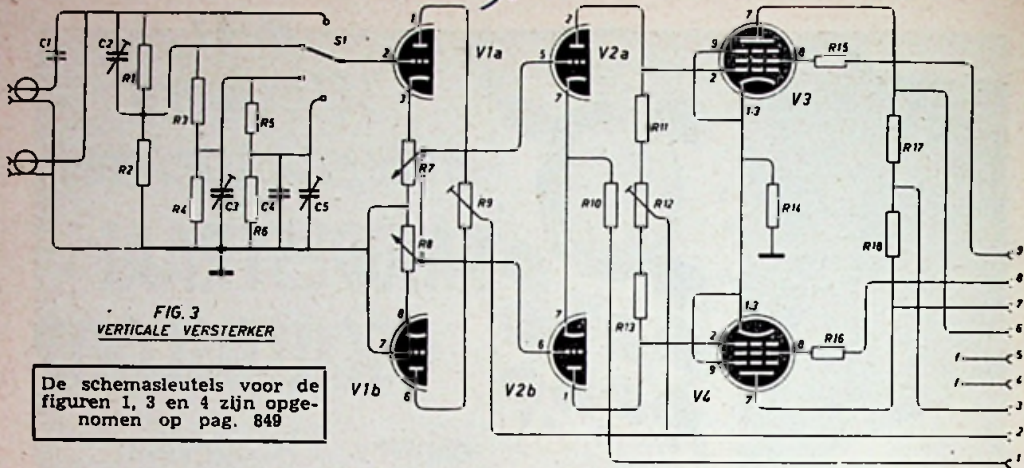

FIG. 3
2. Verticale versterker (Fig. 3)